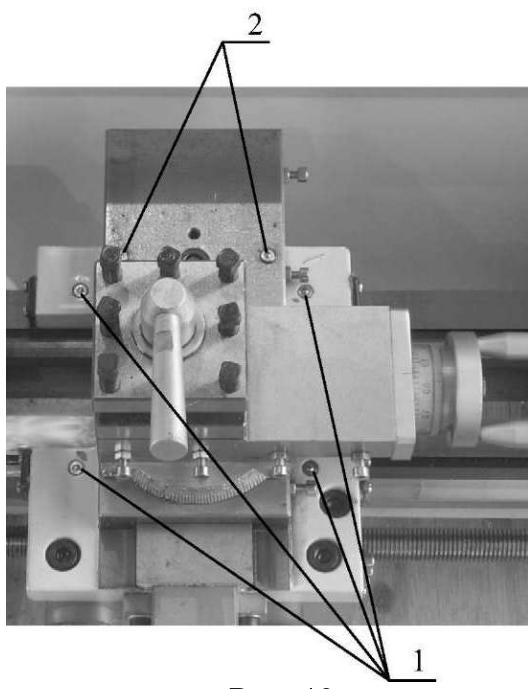

Рис. 13
- 8.2. Смазку направляющих суппорта производите ежедневно через 4 смазочных отверстия 1 (Рис. 13) жидкой смазкой.
- 8.3. Смазку направляющих поперечных салазок производите ежедневно через 2 смазочных отверстия 2 (Рис. 13) жидкой смазкой.